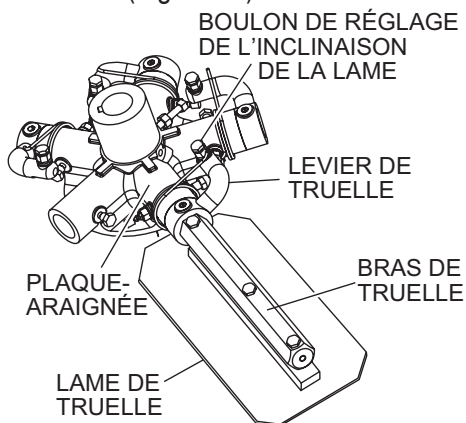

Figure 37. Réglage de l'inclinaison de la lame
1. Ajustez les boulons de réglage de l'inclinaison de la lame si nécessaire pour assurer le bon fonctionnement de la machine (Figure 37).